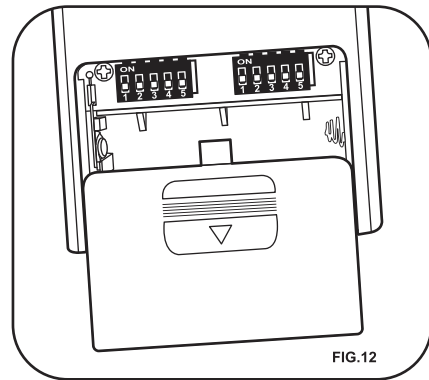

FIG.12
1. Seleccione la frecuencia deseada en la parte posterior del transmisor. (FIG.12)